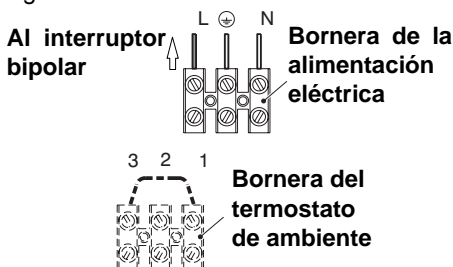

Fig. 5.18 Tablero de bornes.
- 1 Conecte el cable de alimentación eléctrica proveniente del interruptor omni-polar al tablero de bornes de alimentación eléctrica de la caldera **Fig. 5.18** respetando la correspondencia de la línea (cable marrón) y del neutro (cable azul).
El trayecto del o los cables de alimentación eléctrica de la caldera y el termostato de ambiente deben seguir el recorrido indicado y estar bloqueado como muestra la **Fig. 5.18**